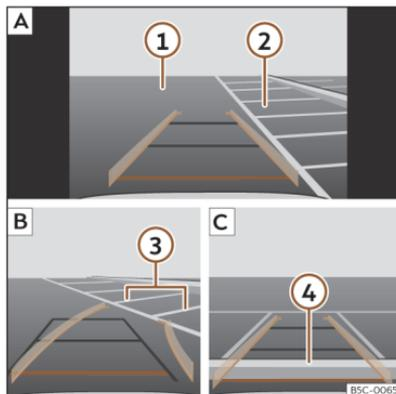

Abb. 155 Anzeige auf dem Bildschirm des Infotainment-Systems: Einparken mit dem Rückfahrassistenten.
Legende zur >>> **(Abb. 155):**
- Bringen Sie das Fahrzeug vor die Parklücke >>> **(Abb. 155) 2 A**.